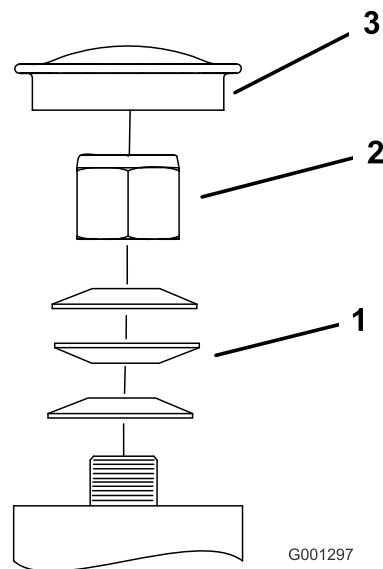

Figure 77
3. Retirez le couvre-moyeu de la roue pivotante et serrez le contre-écrou (Figure 77).
4. Continuez de serrer le contre-écrou jusqu'à ce que les rondelles élastiques soient aplaties, puis desserrez-le d'un quart de tour pour obtenir la précharge correcte des roulements (Figure 77).
Important: Veillez à placer les rondelles élastiques comme montré à la Figure 77.
5. Reposez le couvre-moyeu (Figure 77).